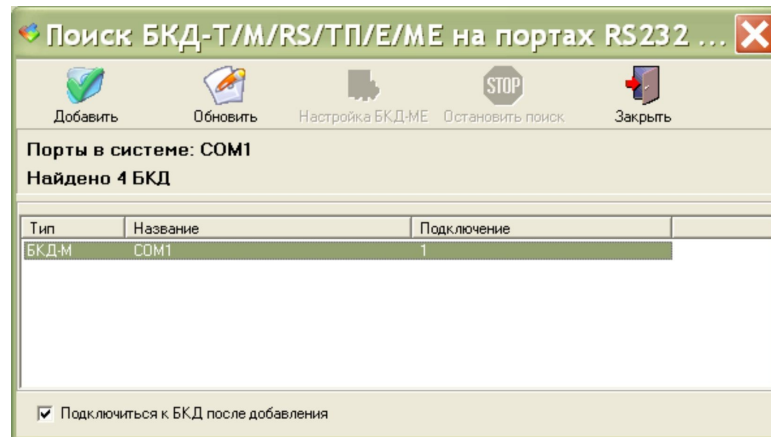

Рисунок 9
- 3) Выполнить поиск блока БКД-М (рисунок 9).